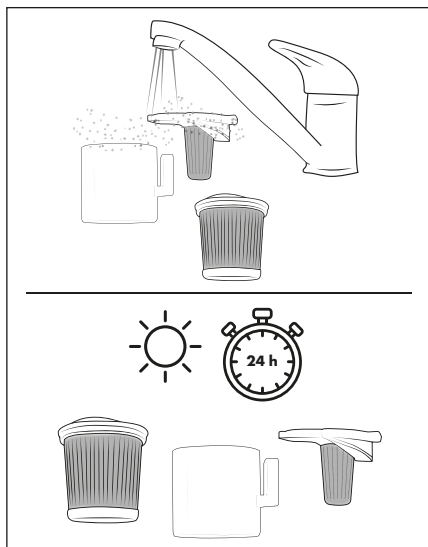

Fig. 18
Lad HEPA-filterbeholderen ⑤, HEPA-filteret ④ og filteret af rustfrit stål ⑥ lufttørre fuldstændig, før du sætter dem ind i støvbeholderen ⑦ igen (se fig. 18).